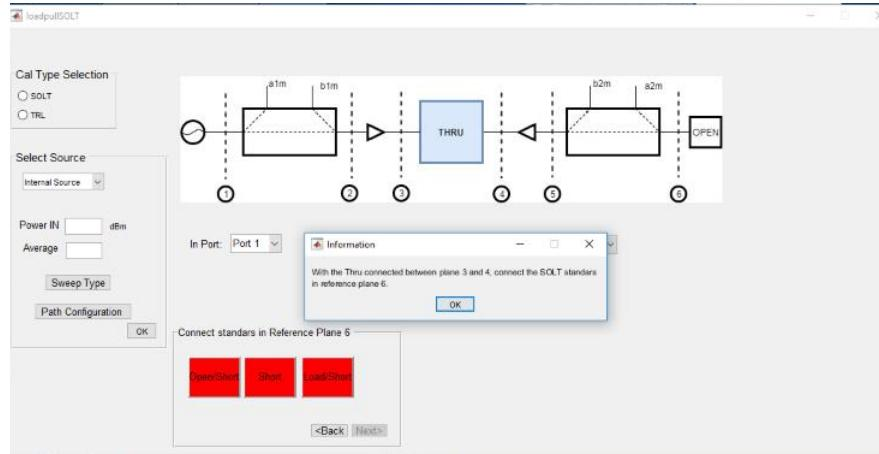

**Figura 25:** Encender el amplificador de potencia lineal.
- i) Presione tecla OK de la ventana informativa y ajustar la ganancia del amplificador lineal con un 50 % y luego encenderlo, ver **Figura 25**.